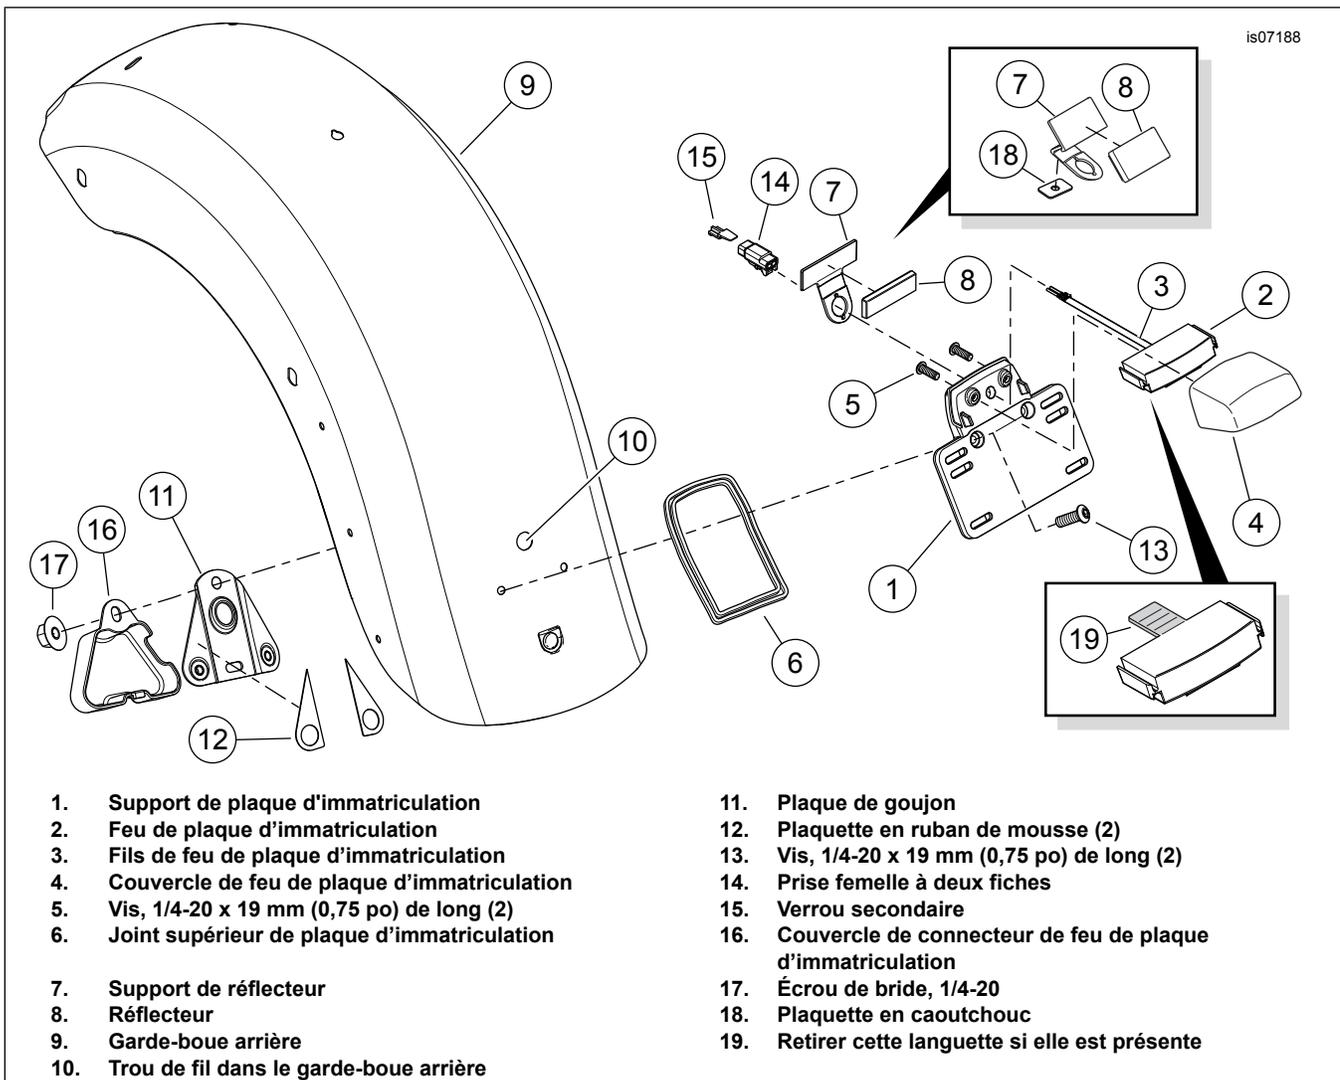

Figure 4. Installation du feu de plaque d'immatriculation et du support
Certains feux de plaque d'immatriculation ont une languette (voir l'encart Figure 4, élément 19) qui empêche l'installation. Retirer la languette avant de continuer.
1. Voir Figure 4. Monter le feu de plaque d'immatriculation (2) et le couvercle (4) sur le support de plaque d'immatriculation (1). Serrer les vis (5) à un couple de 6,4–7,8 N·m (57–69 in-lbs).
2. Prendre la plaque de goujon (11) et deux plaquettes en ruban de mousse (12) du kit. Retirer la doublure du support adhésif d'un côté de la plaquette. Positionner soigneusement la plaquette à un rebord de la plaque de goujon, du côté opposé aux écrous. Pousser fermement pour mettre en position. Répéter avec la deuxième plaquette sur le rebord restant. Retirer la doublure du côté exposé du ruban adhésif de la plaquette.
3. Prendre le bon réflecteur (8) et support (7) du kit. Retirer la doublure du support adhésif du réflecteur. Installer sur le support comme illustré.
**Pour les modèles HDI qui utilisent le support de réflecteur 60921-09 (voir Figure 4) :** Retirer la doublure du support adhésif de la plaquette en caoutchouc 30 x 19 x 1 mm ( x in) (18). Positionner la plaquette au dos du support du réflecteur (7), juste au-dessus du trou tel qu'illustré. Pousser fermement pour mettre en position.
4. Tout en tenant le joint (6) en place, faire passer les fils de feu (3) par le support de plaque d'immatriculation (1), le support du réflecteur (7), et le trou (10) dans le garde-boue (9).
5. Maintenir la plaque de goujon (11) à sa place sur le dessous du garde-boue. Fixer le support (1) de plaque d'immatriculation à la plaque de goujon avec les vis (13). Bien serrer les vis.
6. Introduire les fils de feu de plaque d'immatriculation dans la prise femelle à deux contacts (14) selon les instructions du manuel d'entretien. Fixer avec le verrou secondaire (15). Brancher la prise mâle à deux contacts se trouvant sur le faisceau arrière dans la douille du feu de plaque d'immatriculation [45B].
7. Installer le couvercle (16) du connecteur du feu de plaque d'immatriculation. Fixer avec un écrou à collet (17). Serrer l'écrou à un couple de 3,4–5,1 N·m (30–45 in-lbs).